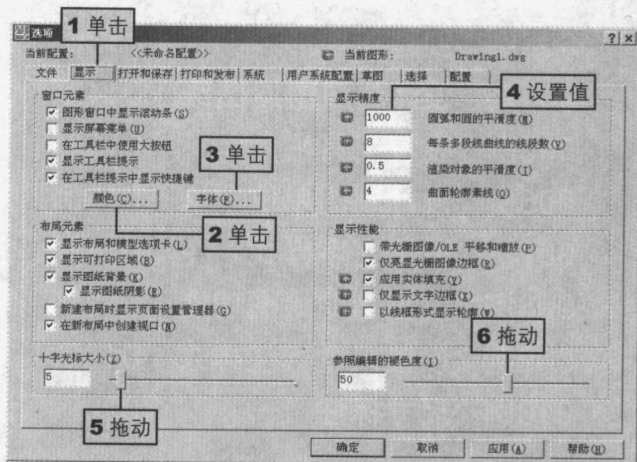

图 1-2 “显示”选项卡
step 03 设置绘图背景颜色和命令行对话框字体。在“选项”对话框中单击“显示”标签,进入“显示”选项卡,如图 1-2 所示。在此选项卡中主要可以设置背景颜色、命令行对话框字体、圆和圆弧的分辨率、十字光标大小、褪色度等,其设置步骤如图 1-2 中的标注所示。